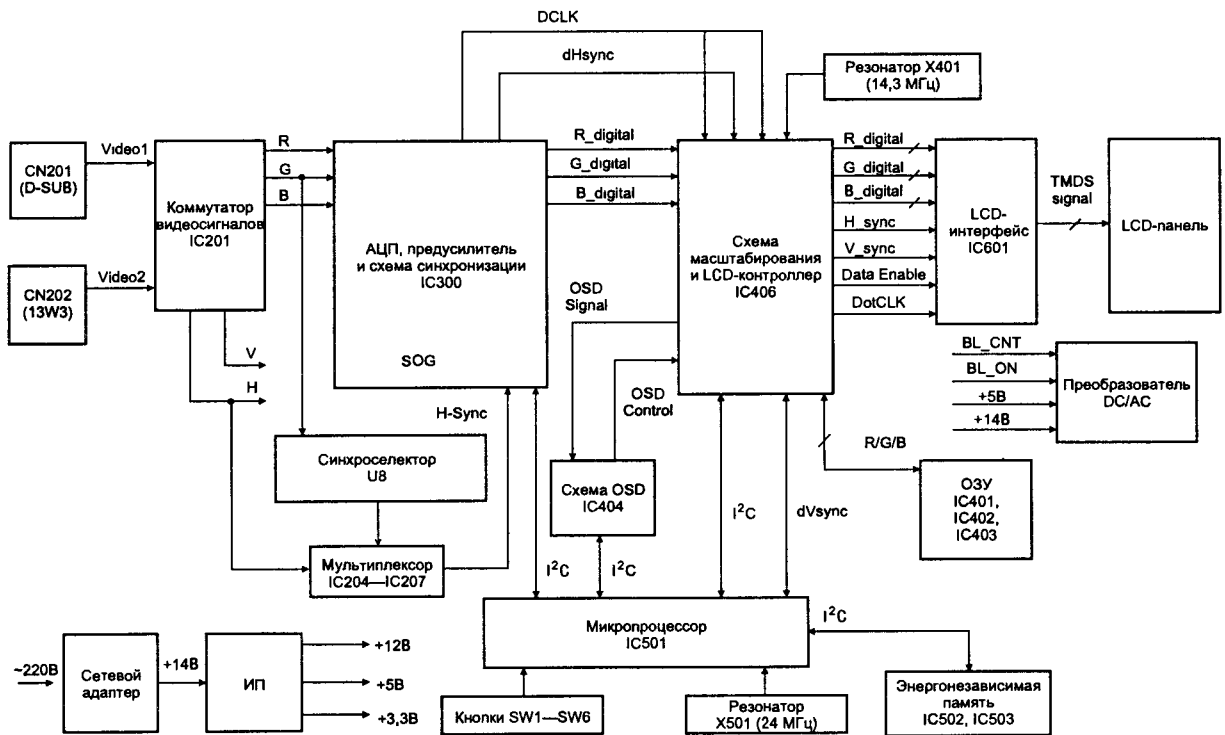
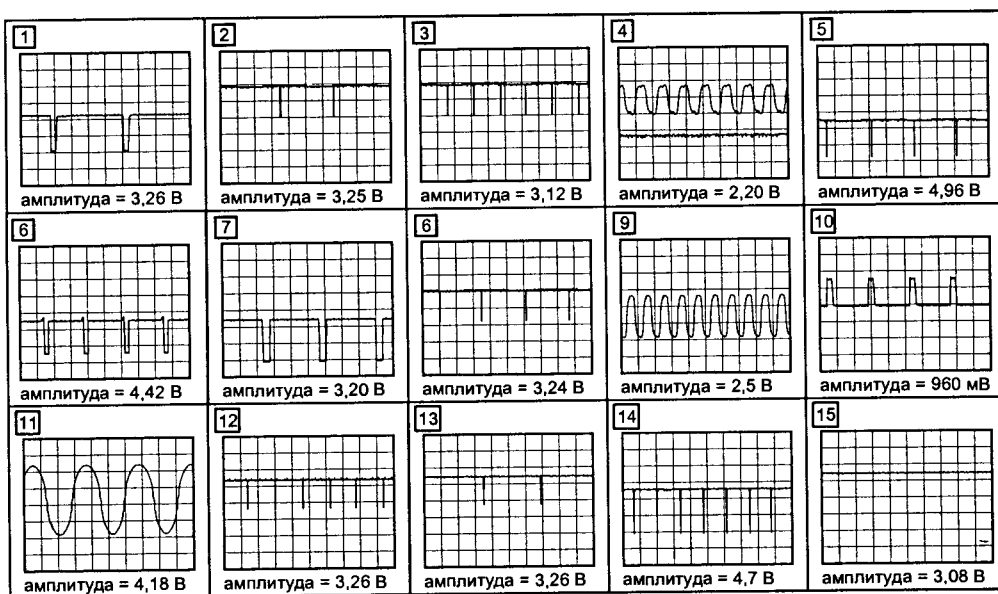

Рис. 8.1
Рис. 8.6
Структурная схема монитора приведена на рис. 8.1, схема соединений — на рис. 8.2, принципиальная схема — на рис. 8.3—8.5, а осциллограммы сигналов в контрольных точках схемы — на рис. 8.6.
Сигнал управления схемами фиксации уровней черного CLAMP\_CPU формирует МК (выв. 16). Отсюда он поступает на выв. 28 IC300. Для синхронизации АЦП на выв. 40, 41 IC300 подаются синхросигналы PLL\_H\*V (осц. 7 на рис. 8.6) и MX\_PDEN (осц. 8 на рис. 8.6), формируемые МП из входных строчных синхроимпульсов.
видеосигналов DBR (7-0), DAR (7-0), DBG (7-0), DAG (7-0), DBB (7-0), DAB (7-0). Сигналы снимаются с выходов микросхемы (выв. 67—82, 84—91, 96—111, 113—120 IC406) и поступают для дальнейшей обработки на входы схемы **LCD-интерфейса** — выв. 1—6, 9—16, 48—50, 58—65, 68—75, 90—97, 99, 100 IC601 (рис. 8.3). Для управления LCD-интерфейсом микросхема IC406 формирует сигналы синхронизации LDTGB (осц. 1 на рис. 8.6), LVSYNCB (осц. 2 на рис. 8.6), LHSYNCB (осц. 3 на рис. 8.4) и LCKBB (осц. 4 на рис. 8.6). LCD-интерфейс формирует цифровой 20-битный код управления шинными дешифраторами LCD-панели. Конструктивно они расположены на самой LCD-панели, и их выходы управляют засветкой каждого отдельного пикселя.
- LDTGB (выв. 76, осц. 1 на рис. 8.6);
- LVSYNCB (выв. 77, осц. 2 на рис. 8.6);
- LHSYNCB (выв. 78, осц. 3 на рис. 8.6);
- LCKBB (выв. 80, осц. 4 на рис. 8.6).
Если видеосигналы на резисторах R211, R212 и R215 есть, проверяют наличие кадровых и строчных СИ на выв. 14 IC201 (осц. 5 на рис. 8.6) и выв. 3 IC206 (осц. 6). При их отсутствии проверяют соответствующие микросхемы и их внешние элементы.
Если синхросигналы есть, проверяют наличие синхросигналов на выв. 40 и 41 IC300 (осц. 7 и 8 на рис. 8.6) и сигналов интерфейса I2C на выв. 29 и 30 IC300 (наличие этих сигналов проверяют в
Если сигналы на входах IC300 есть, проверяют ее выходные синхросигналы на выв. 115 и 117 (осц. 9 и 10 на рис. 8.6), а также цифровые 24-разрядные видеосигналы на выходах портов PDA и PDB IC300.
Если форма сигналов на одном из выв. 34, 35, 39, 40, 42, 43, 45 и 46 IC601 не соответствует осц. 15 на рис. 8.6, проверяют эту микросхему и связанные с ней элементы. Если сигналы в норме — заменяют LCD-панель.
Вначале проверяют наличие входных сигналов микросхемы IC404 на выв. 2, 5 и 10 (осц. 11, 12 и 13 на рис. 8.6). Если сигналы не соответствуют указанным на осциллограммах — проверяют микросхемы IC405 и IC501.